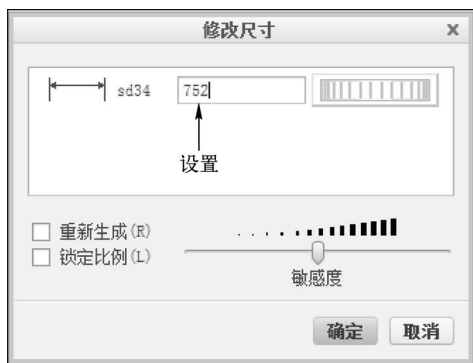

图 4-48 “修改尺寸”对话框
STEP 03 在绘图区中左下方的尺寸值上单击鼠标左键, 弹出“修改尺寸”对话框, 取消选中“重新生成”复选框, 并设置相应的参数, 如图 4-48 所示。